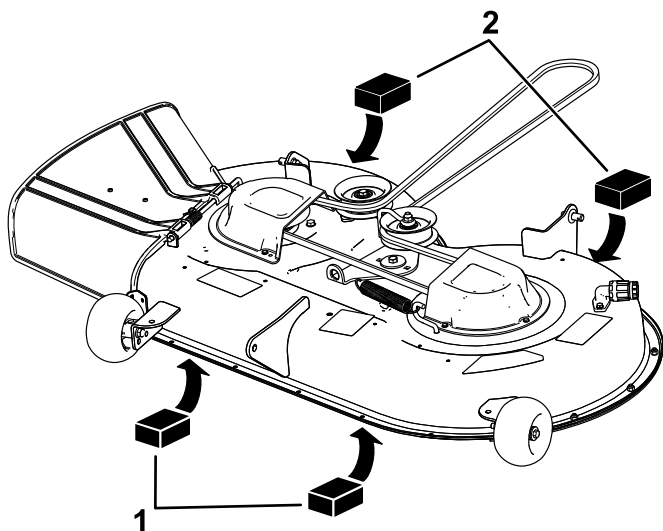

Bild 66
4. Legen Sie zwei 6,6 cm dicke Blöcke an jeder Seite unter die vordere Kante des Mähwerks, jedoch nicht unter die Halterungen der Antiskalpierrollen (Bild 66).
5. Legen Sie zwei 7,3 cm dicke Blöcke unter die hintere Kante des Mähwerks, einen an jeder Seite des Mähwerks (Bild 66).